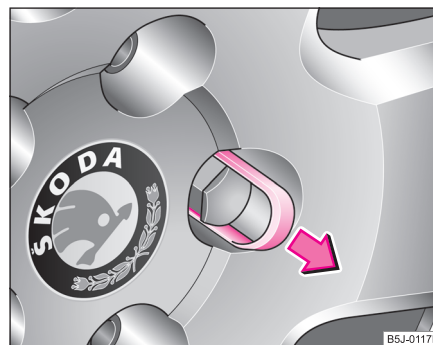

Fig. 158 Înlocuirea roții:
- Trageți capacul cu **brida din material plastic** ⇒ fig. 158.